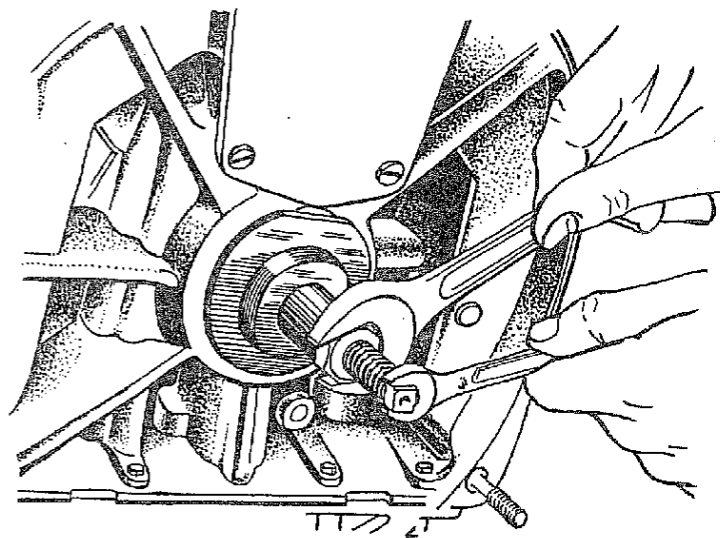
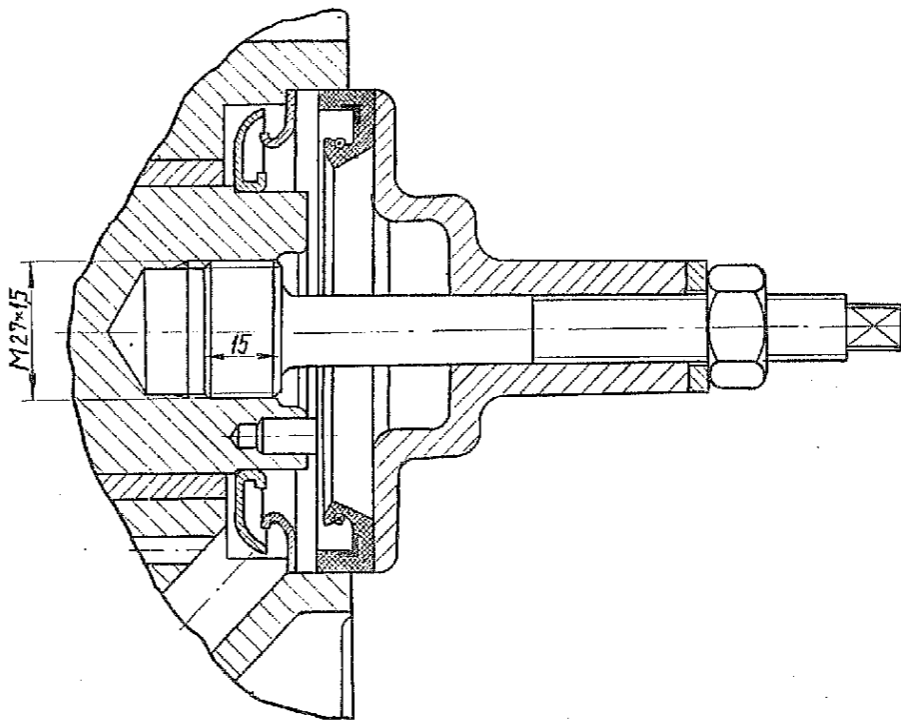

Рис. 20. Запрессовка сальника коленчатого вала со стороны маховика
Рис. 21. Оправка для запрессовки сальника коленчатого вала со стороны маховика
4.1. Ввернуть в отверстие под болт маховика винт оправки для запрессовки сальника коленчатого вала (рис. 20), установить на винт оправку (рис. 21) с сальником и запрессовать сальник коленчатого вала в отверстие картера (оправка, рис. 21; ключ 22).